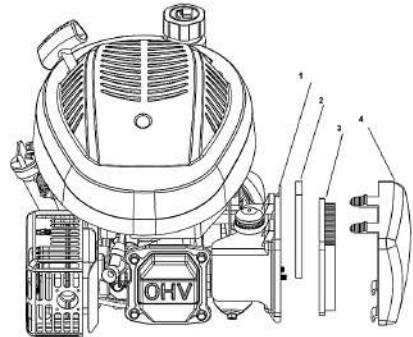

Рис. 15 Обслуживание воздушного фильтра
1. Снимите крышку воздушного фильтра (Рис. 15 п. 4).
2. Извлеките из корпуса фильтрующие элементы (Рис. 15 п. 2,3).